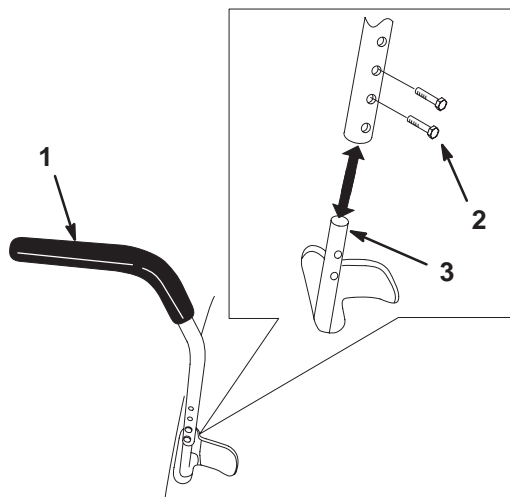

Bild 13
1. Entfernen Sie die beiden Schrauben, mit denen der Antriebshebel am Antriebshebelarm befestigt ist (Bild 13).
2. Bewegen Sie den Antriebshebel in die nächste Lochposition. Befestigen Sie den Hebel mit den zwei Schrauben (Bild 13).